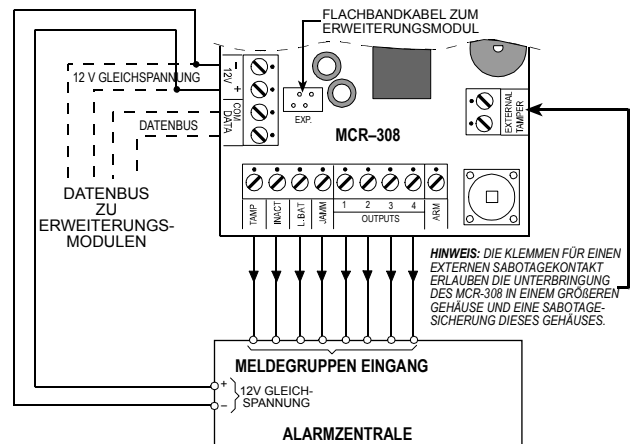

Abbildung 5: Verbinden des MCR-308 mit einer Alarmzentrale
4.3 Verdrahtung (siehe Abb. 5 und 6)
- Sollen die technischen Alarme des MCR-308 Empfängers (Sabotage, Batteriewarnung, Störung und Fremdfunk) ebenfalls von der Zentrale ausgewertet werden, verbinden Sie diese mit entsprechenden Eingängen der Alarmzentrale wie in Abbildung 5 dargestellt.